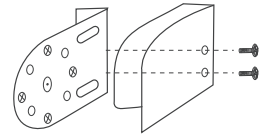

Fig. 1
- Instale una de las abrazaderas de la cenefa en la abrazadera (Fig. 1).